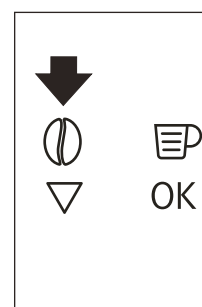

Рис. 15
- ▶ Нажмите значок ☉ (B4) (рис. 15) и выберите функцию молотого кофе.